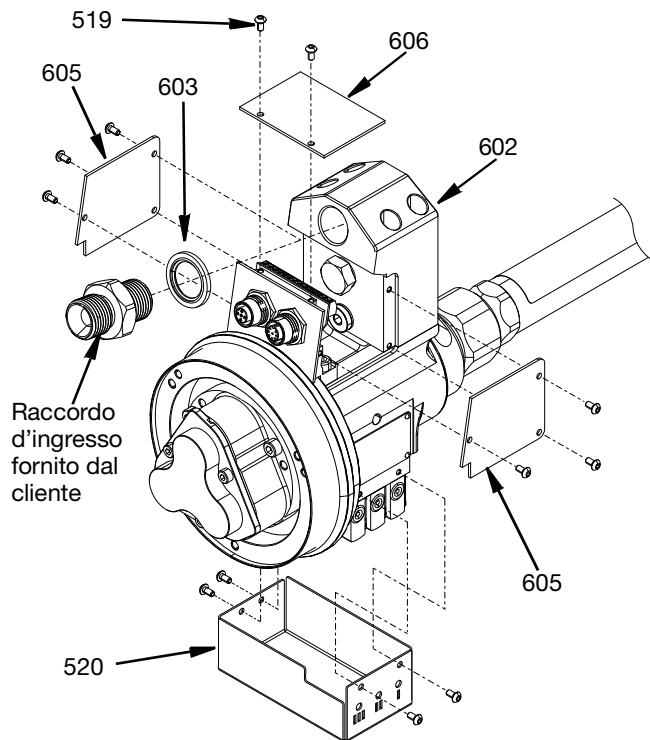

FIG. 39
9. Installare le piastre di copertura, compreso il coperchio blu esterno (520), i due coperchi blu laterali (605) e il coperchio blu superiore (606) con dodici viti BHCS M3 (514) serrate a 1,35 N•m (12 in-lb).
10. Applicare uno strato sottile di grasso al litio sulla guarnizione della rondella BSPP da 1/2 in. (603) e sulle filettature del raccordo d'ingresso fornito dal cliente. Avvitare nell'adattatore a ingresso singolo in acciaio inossidabile (602) e serrare a una coppia di 20,34 N•m (15 ft-lb). Vedere FIG. 39 a pagina 26.